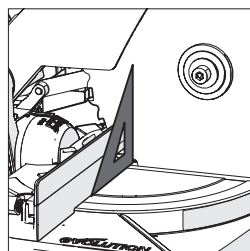

Fig. 8
- Coloque la escuadra en la mesa, con un borde corto contra la mesa y el otro borde corto contra la hoja (evitando las puntas de CT de los dientes de la hoja) (Fig. 8).